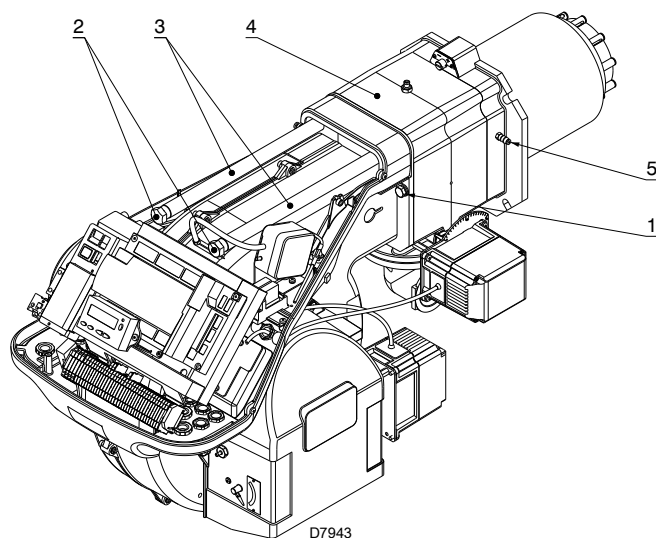

图 21
- 插入探针和电极电缆，然后将燃烧器滑到离管接头最远处 ——燃烧器位置如图 21 所示；